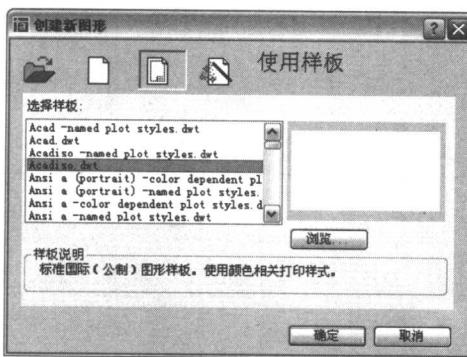

图 1-2
(2) 新建图形。单击“文件”|“新建”命令，或单击工具栏上的 \square 按钮，或在命令行输入“new”命令，在出现的“创建新图形”对话框中选取模板 Acadiso.dwt，如图 1-2 所示，单击“确定”按钮。